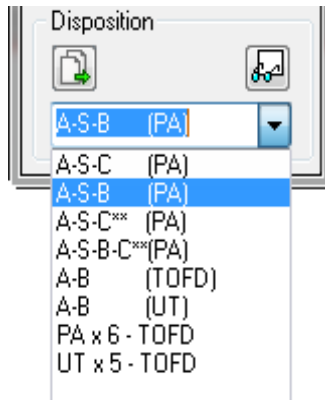

Figure 4-36 Liste de dispositions
2. Dans la liste de dispositions, sélectionnez la plus appropriée (voir la Figure 4-36 à la page 275).